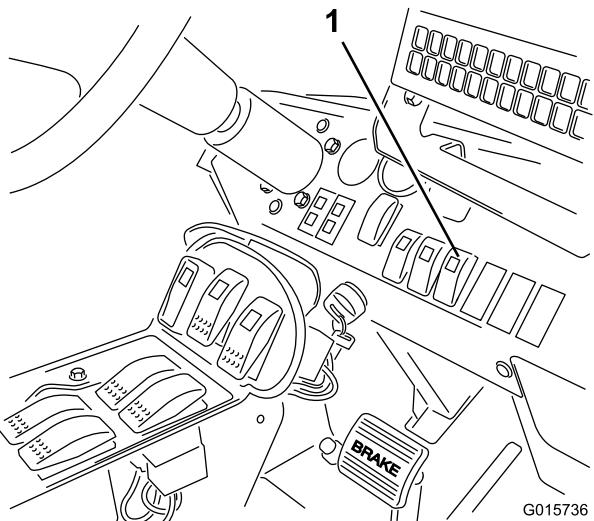

図 20
4. ダッシュボード上有るソニックブームのスイッチを Auto にセットする（図 20）。